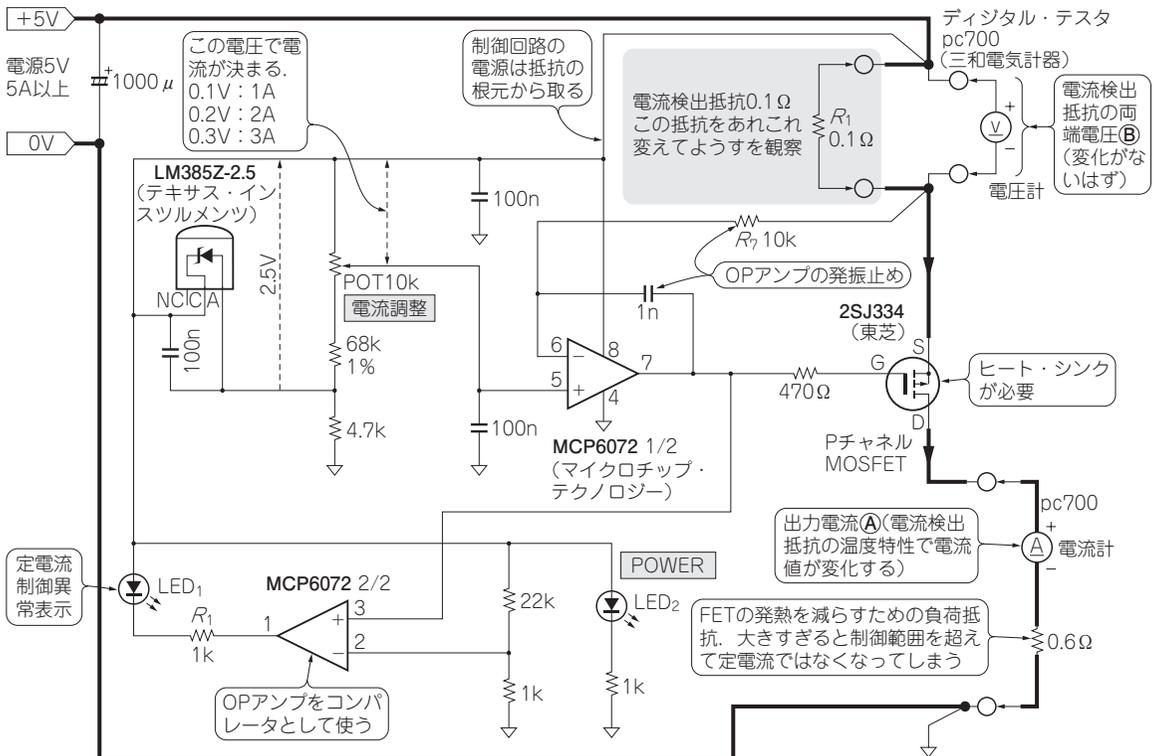

図1 温度特性を見るための吐き出し型定電流回路
0.1Ωの抵抗器を数種類選び, 通電開始後に電流値がどのように時間変化するかを記録しました. デジタル・テスタを2台使い, 図1の①に示す出力電流と②に示す電流検出抵抗の両端電圧を測定します. 電流値から抵抗値の変化を調べます.